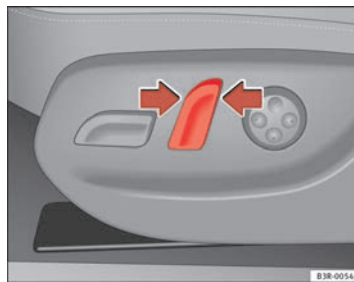

Abb. 108 Vordersitz:
- Drücken Sie den Schalter in die jeweilige Pfeilrichtung ⇒ Abb. 108, um die Rückenlehne zu verstellen ⇒ .